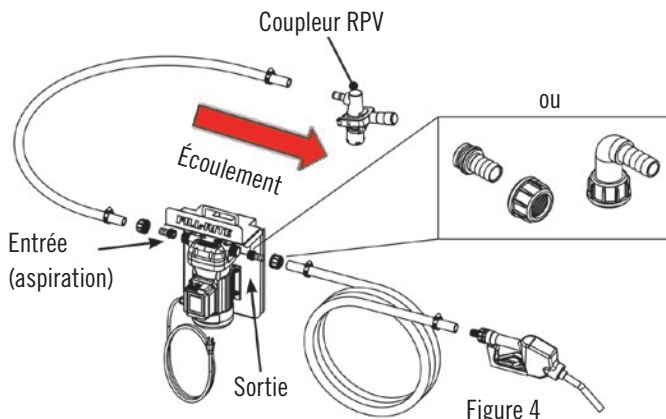

Figure 4
2. Poser le flexible d'aspiration sur le côté aspiration de la pompe à l'aide des raccords cannelés et du collier de serrage fournis (Figure 4). Le côté aspiration est le côté gauche lorsqu'on est face à la pompe montée.
3. Raccorder l'autre bout du flexible d'aspiration à un dispositif d'aspiration en circuit fermé au moyen de raccords adaptés (les modèles DF120CAT520, DF012CAT520, DF120CAN520-RP, and DF012CAN520-RP comprennent un coupleur RPV pour l'attacher) (Figure 4).
4. Poser le flexible de refolement avec pistolet sur le côté refolement de la pompe à l'aide des raccords cannelés et du collier de serrage fournis (Figure 4).
3. Poser le flexible d'aspiration sur le côté aspiration de la pompe à l'aide des raccords cannelés et du collier de serrage fournis (voir Figure 4 à la page 4).
4. Raccorder l'autre bout du flexible d'aspiration à un dispositif d'aspiration au moyen de raccords adaptés (voir Figure 4, page 4).